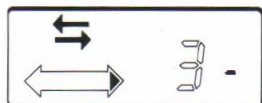

Fig. 1-3j
Tijdens het knipperen van het "-" teken kunt u met toets (33) "PROGRAM" het tracknummer vastleggen in het geheugen. Er verschijnt een "P" achter het tracknummer als de handeling is voltooid (Fig. 1-3j). Herhaal deze procedure voor het programmeren van de resterende tracknummers.